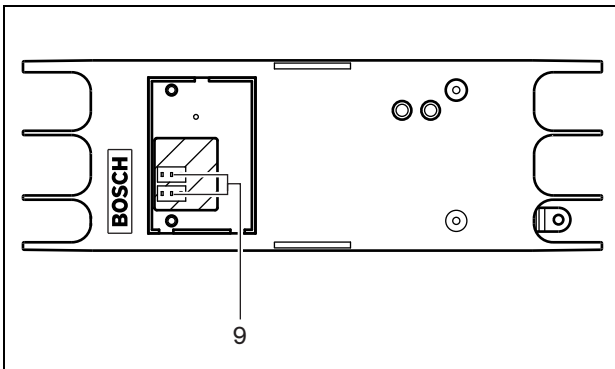
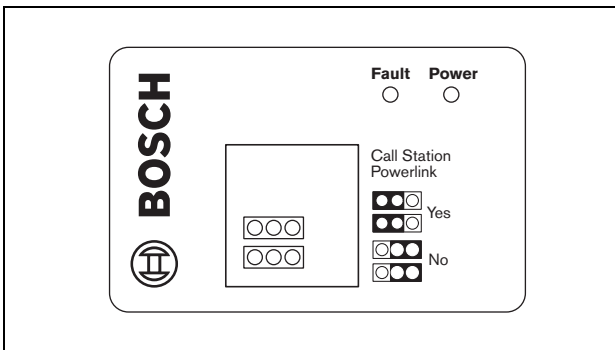

abbildung 23.3: Inneres der Sprechstellenschnittstelle
abbildung 23.4: Jumper-Kennzeichnung
Das Innere der Sprechstellenschnittstelle (siehe abbildung 23.3 und abbildung 23.4) umfasst:
Stromversorgung der Sprechstellenschnittstelle. Die Jumper-Einstellungen sind in abbildung 23.4 und tabelle 23.1 beschrieben.
Die Sprechstellenschnittstelle wird vom Praesideo-Netzwerk mit Gleichstrom versorgt und speist damit sich selbst und die angeschlossene Fernsprechstelle. Wenn die Spannung des Praesideo-Netzwerks unter 18 V (DC) abfällt, beziehen die Sprechstellenschnittstelle und die Fernsprechstelle den Gleichstrom von der externen Stromversorgung der Fernsprechstelle. Die externe Stromversorgung der Fernsprechstelle ist die Notstromversorgung für sowohl die Fernsprechstelle als auch die Sprechstellenschnittstelle. Die Jumper-Einstellungen sind in abbildung 23.4 und tabelle 23.1 beschrieben.
Die Sprechstellenschnittstelle wird vom Praesideo-Netzwerk mit Gleichstrom versorgt und speist damit sich selbst. Wenn die Spannung des Praesideo-Netzwerks unter 18 V (DC) abfällt, bezieht die Sprechstellenschnittstelle den Gleichstrom von ihrer externen Stromversorgung. Bei diesem Konzept hat die Fernsprechstelle stets ihre eigene externe Stromversorgung. Die Jumper-Einstellungen sind in abbildung 23.4 und tabelle 23.1 beschrieben.